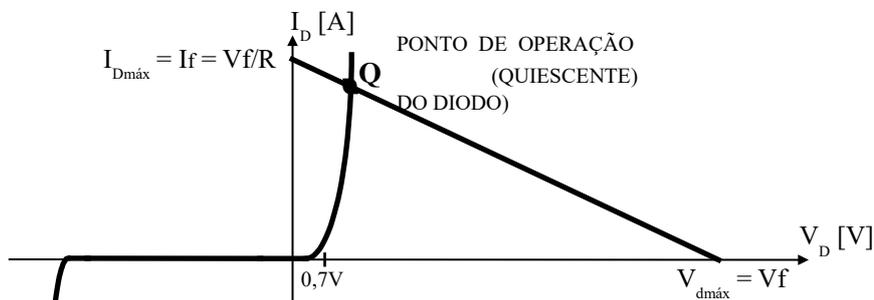

Fig. 1.6 - Curvas de resposta do diodo e do circuito (reta de carga) da Fig. 1.5 superpostas.
Superpondo ambas as curvas, a do diodo e a reta de carga, sobre um mesmo gráfico é possível determinar o ponto de equilíbrio ou ponto quiescente (Q), conforme se observa na Fig. 1.6. Este é o ponto de operação do circuito, pois é o único ponto que satisfaz a ambas as curvas resposta.